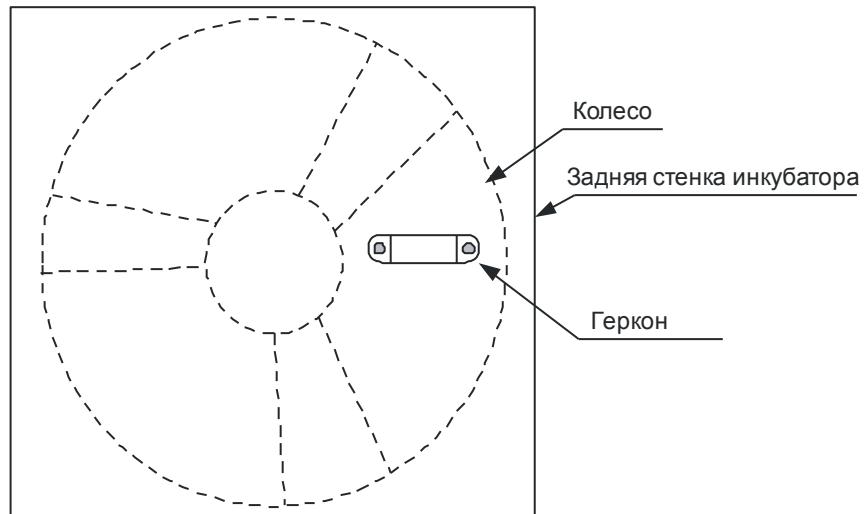
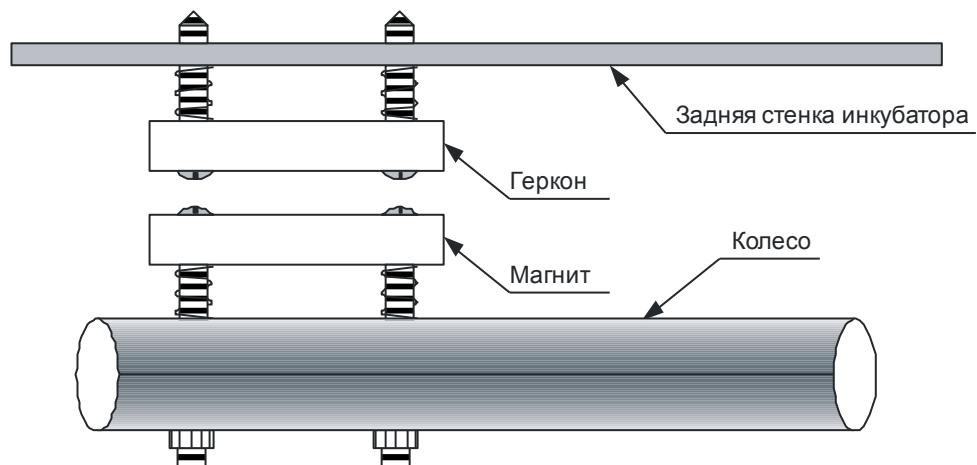

Рисунок 3.2
Рисунок 3.3
3.10.2.1 Геркон на силовом жгуте крепится к задней стенке инкубатора (рисунок 3.2). Отметить крепежные отверстия. Устанавливается геркон саморезом 3 x 30 мм. Пружина ставиться между герконом и стенкой инкубатора (рисунок 3.3). При использовании геркона отдельно, подключать к проводам вместо датчика потока.
3.10.2.2 Магнит устанавливается на спице колеса параллельно геркону (рисунок 3.3, 3.4). Крепления магнита и геркона должны находиться на одной оси. Магнит расположить на колесе как можно ближе к валу. Отметить крепежные отверстия и просверлить сверлом 3,5 мм. Устанавливается магнит винтом 3 x 30 мм. Пружина ставиться между магнитом и колесом. Фиксируется с обратной стороны гайкой 3 мм. (рисунок 3.3).